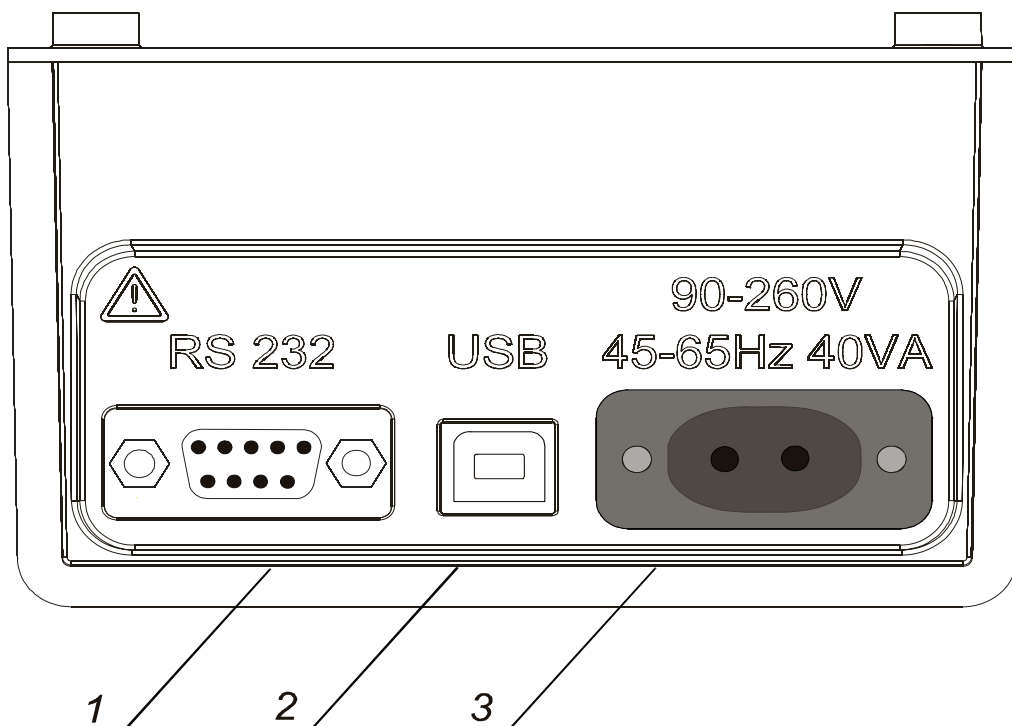

Bild 3: Kommunikations- und Netzanschlüsse
- Anschluss für das Netzkabel zur Netzsteckdose und Kommunikationsbuchsen (USB und RS232) (**Bild 3**).